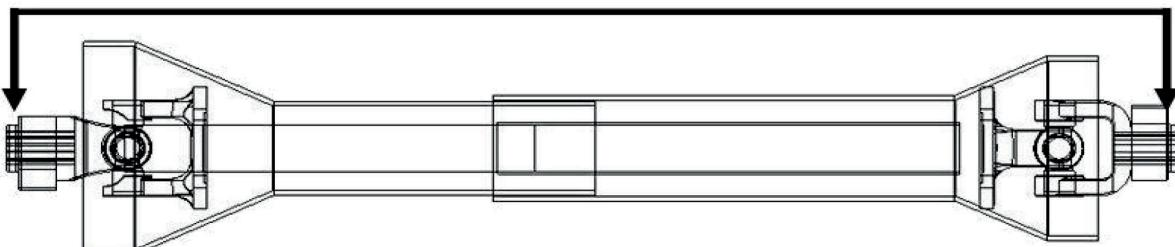

Рис. 7
- Измерение длины В между болтами в полностью сжатой трансмиссии (рис. 7): 1040 мм.